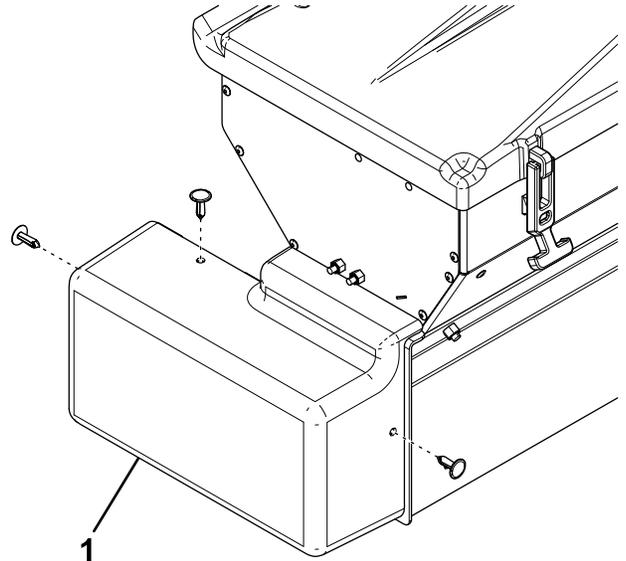

Figure 16
- Déposez et conservez le couvercle du moteur (Figure 16).